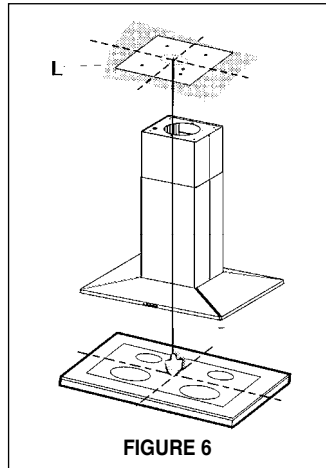

FIGURE 6
3. Un gabarit (L de la FIGURE 6) pour installer le support est fourni avec ce dernier. Utiliser ce gabarit pour marquer les trous du support au plafond.
4. Déterminer et faire toutes les coupes nécessaires pour les conduits. L'ouverture du conduit est illustrée sur le gabarit (L de la FIGURE 6). Installer les conduits avant de fixer le support. Le conduit n'est pas dans le centre exactement de la treillis.